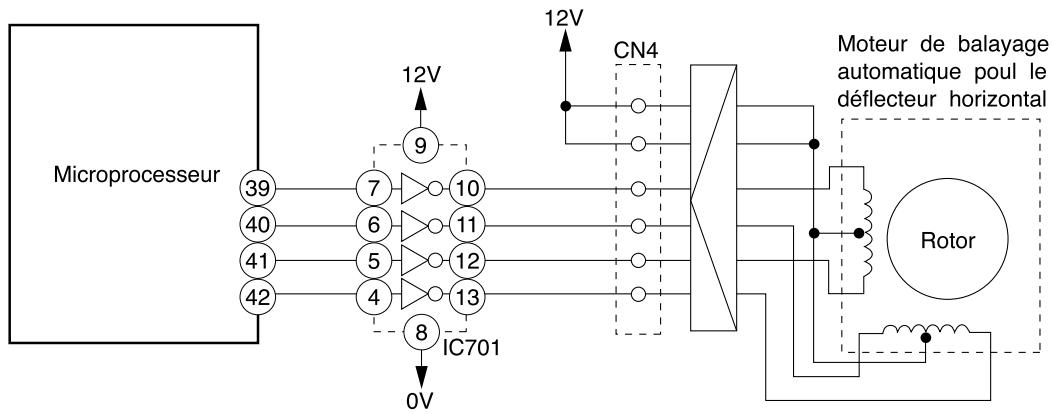
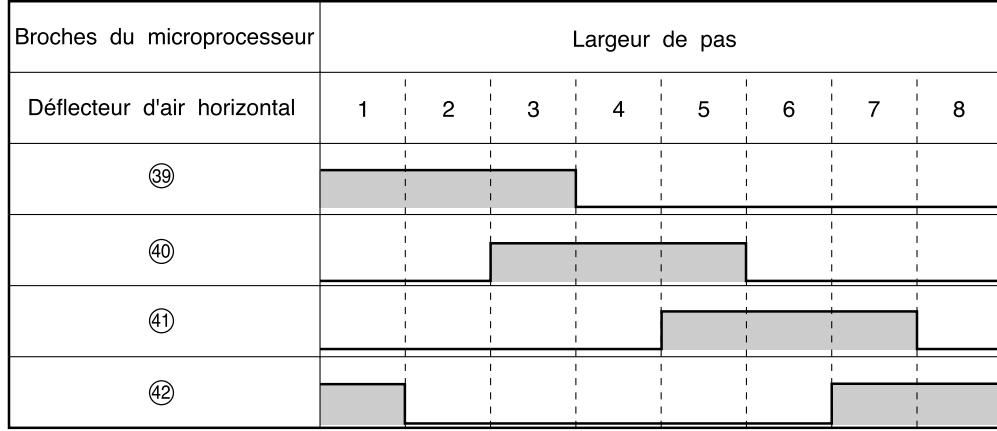

Fig. 4-1 Circuit du moteur de balayage automatique (déflecteur d'air horizontal)
Fig. 4-2 Signaux de sortie du microprocesseur
- La figure 4-1 représente le circuit de commande du moteur de balayage automatique; les signaux indiqués sur la figure 4-2 sont appliqués sur les broches ⑨-⑫ du microprocesseur.
- Tandis que la sortie du microprocesseur change comme le montre la figure 4-2, le noyau du moteur de balayage automatique est excité et le rotor tourne. Le tableau 4-1 donne l'angle de rotation du déflecteur d'air horizontal.